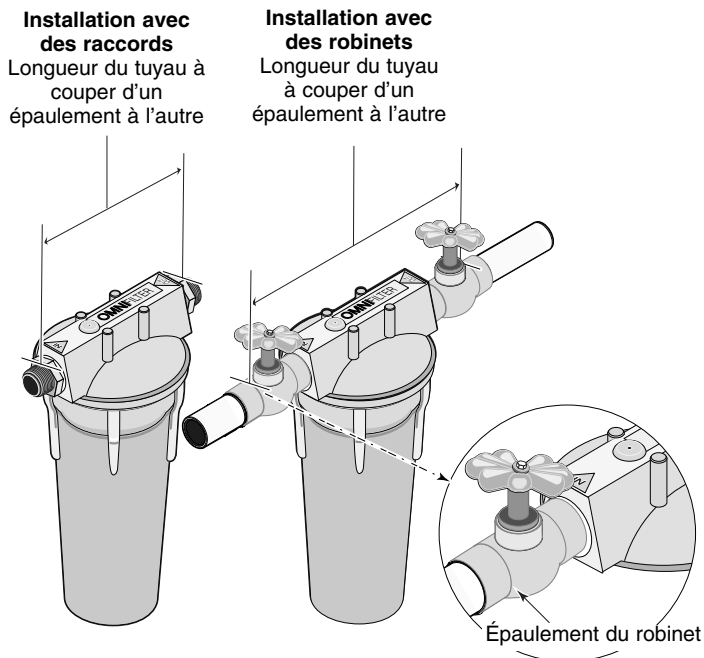

Figure 3
4. Couper la bonne longueur de tuyau. Pour cela, utiliser un coupe-tuyau ou une scie à métaux. Limer ou poncer les extrémités du tuyau coupé pour être sûr qu'elles sont lisses et bien d'équerre. Se reporter à la Figure 3.